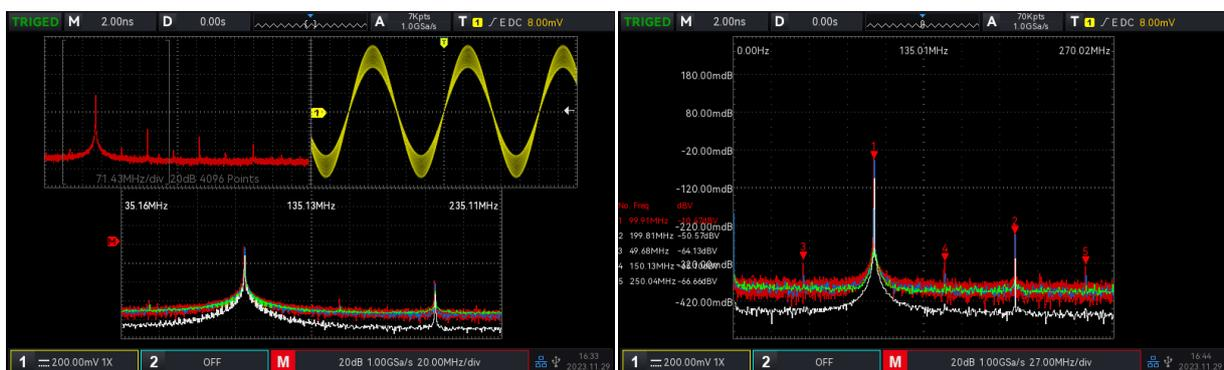

Abbildung 17-1 Abbildung 17-2
- a. Geteilter Bildschirm: Zeigen Sie die Wellenform der Quelle und die Wellenform des FFT-Spektrums in einem geteilten Bildschirm an und erweitern Sie den Bildschirm, um das Spektrum anzuzeigen, wie in Abbildung 17-1 gezeigt.